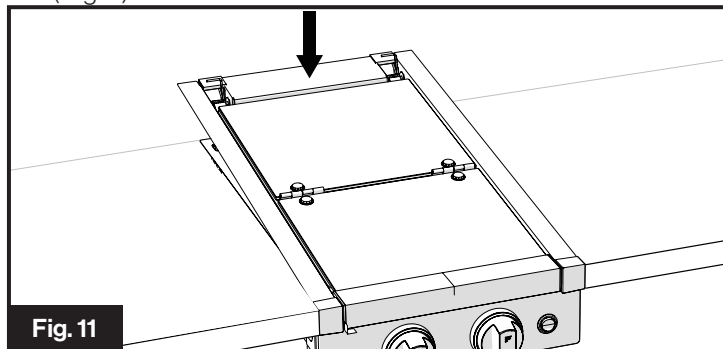

Fig. 11
- Appuyez sur l'arrière du couvercle du verre pliant supérieur et vous entendrez un clic. Le couvercle de la vitre pliable en deux est maintenant verrouillé en place. (Fig.11)